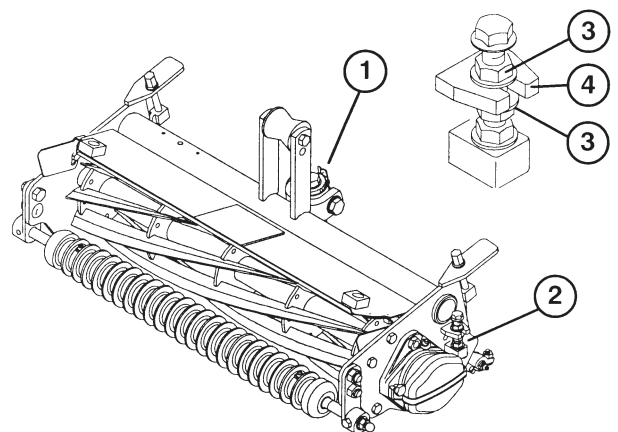

Bild 1
Einstellen—Untermesser-Spindelmesserkontakt (Bild 1 & 2)
2. Sicherstellen, daß der Kontakt abgenommen wird, in dem das Untermessereinstellrad im Gegenuhrzeigersinn gedreht wird (Bild 1).
5. Drehen Sie die Bundmutter (Bild 1, Ausschnitt) oben und unten an der Rahmennase im oder gegen den Uhrzeigersinn, um die Pritschenhalterung ggf. anzuheben oder abzusenken. Lockern Sie nicht die untere Bundmutter. Ziehen Sie die Bundmutter an der Rahmennase fest, wenn Sie die gewünschte Einstellung vorgenommen haben.